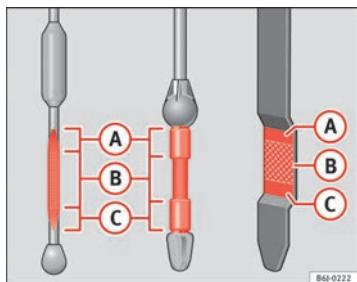

Fig. 125 Varilla de medición del nivel de aceite
- A continuación, vuelva a extraerla y compruebe el nivel de aceite ⇒ fig. 125. En caso necesario, reponga aceite del motor.